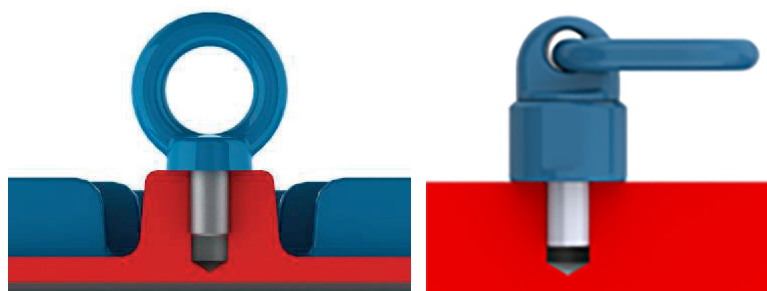
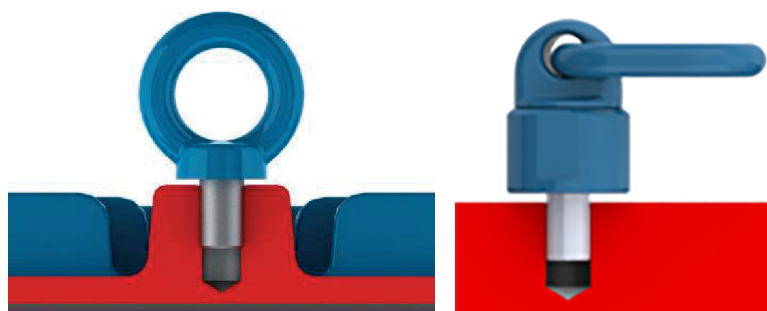

图 4.1: 吊环螺栓正确紧固状态
图 4.2: 吊环螺栓拧紧不当
在吊装电机前，请确保所有吊环螺栓均已正确拧紧，且吊环螺栓的肩部与待吊装的基座紧密接触，如第13页图4.1所示。第13页图4.2展示了吊环螺栓拧紧不当的情况。
1. 确保吊环螺栓已按图示（见第14页图4.1）正确拧紧。
1. 确保所有吊环螺栓均按图示（见第14页图4.1）正确拧紧。